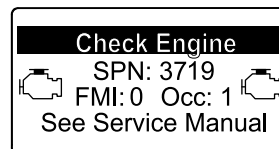

Bild 49
- Wenn eine Wiederherstellung-Regenerierung erforderlich ist, wird im InfoCenter die Motorwarnung SPN 3719, FMI 16 (Bild 49) angezeigt, und der Computer verringert die Motorleistung auf 85 %.